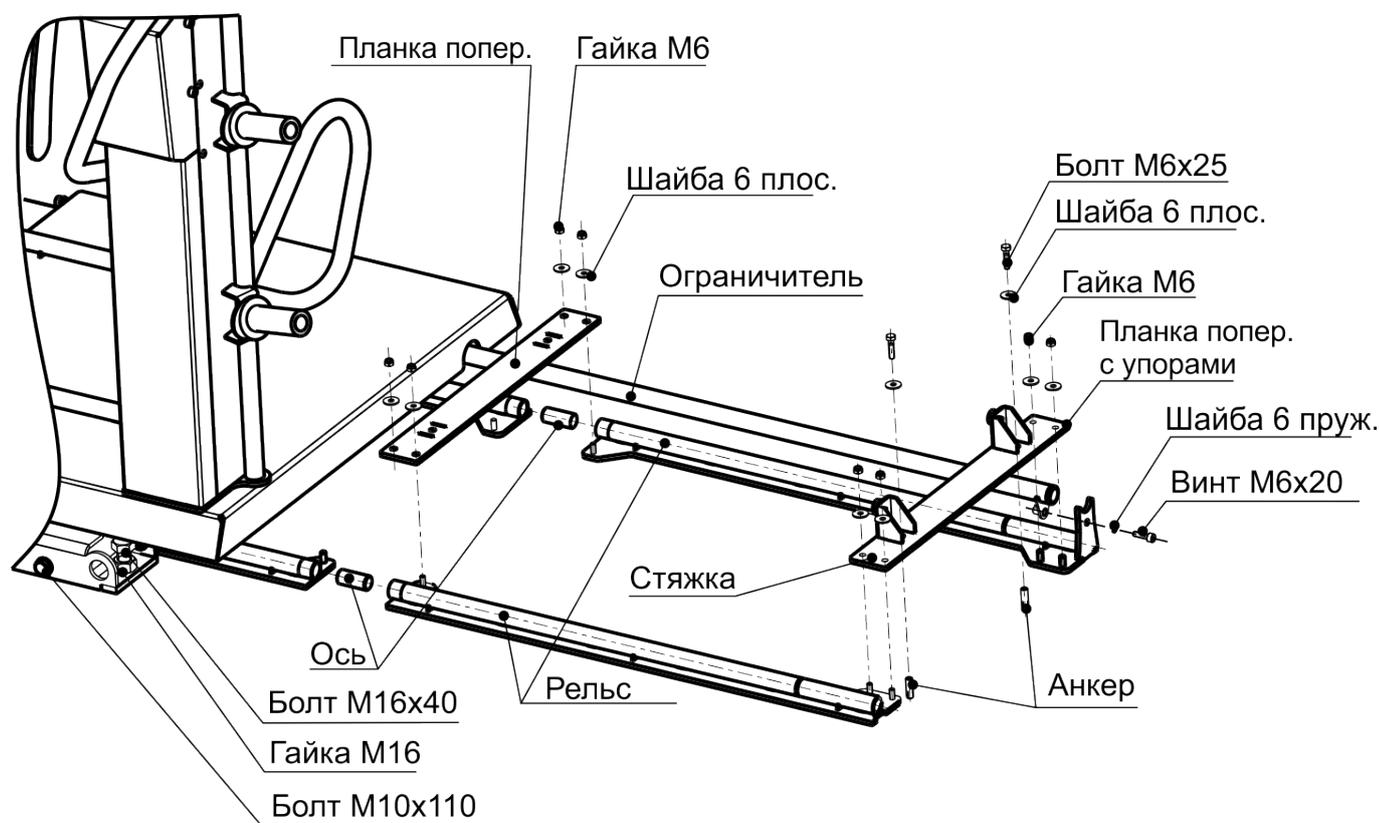

Рисунок 4.4
4.2.4 Ослабить болты М10х110, выставить станок в горизонтальное положение с помощью болтов М16х40, затянуть болты М10х110 (рисунок 4.4). Вставить центрирующие оси, надвинуть рельсы, сверху на шпильки уложить стяжки, свинтить приложенным крепежом согласно схемы. Крепить собранные рельсы к полу с помощью анкеров.